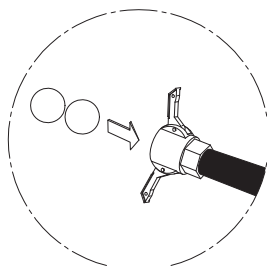

Fig. 13
- Introducir dos esponjas de lavado en la manguera aún llena de material y conectar nuevamente la manguera al colector (Fig. 13).